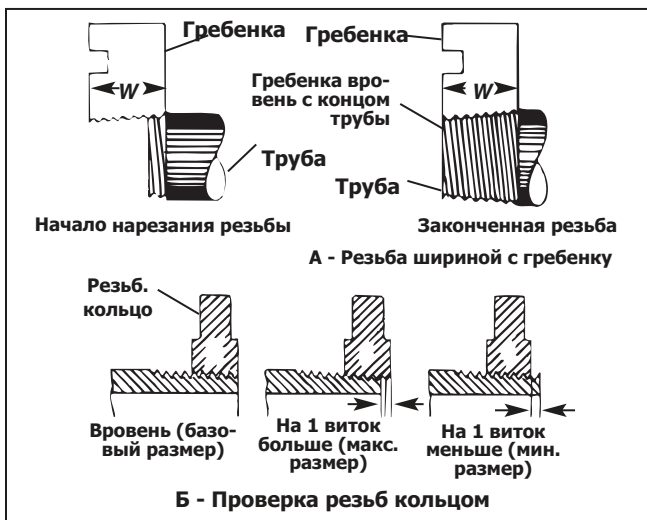

Рисунок 14 – Проверка длины резьбы
1. Резьба нарезана до нужной длины, когда конец трубы находится вровень с краями гребенок (рисунок 14).
2. Головка регулируется для получения резьбы нужного диаметра. По возможности, резьбы следует проверить с помощью резьбового кольца (рисунок 14). Резьба нарезана правильно, если для выравнивания конца трубы с торцом резьбового кольца требуется добавить или снять 1 виток.